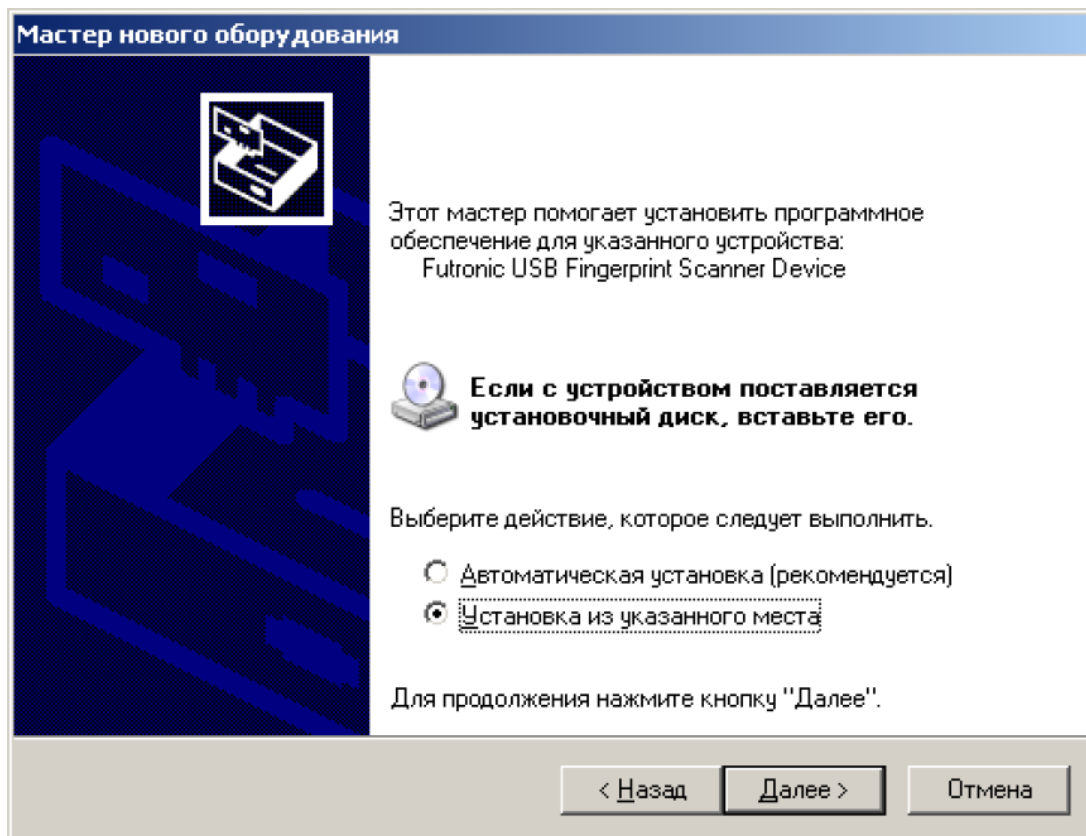

Рис. 4
- 3 В следующем окне мастера (Рис. 4) выберите пункт «Установка из указанного места» и нажмите кнопку «Далее».